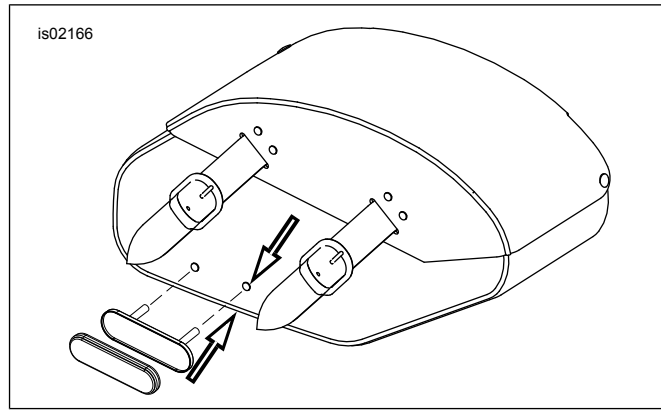

Figure 1. Installer le réflecteur
8. Voir Figure 1. Mesurer une distance d'environ 38 mm (1 1/2 po) à partir du bord inférieur de la sacoche. Orienter le réflecteur horizontalement et centrer avec soin la monture de réflecteur entre les sangles des sacs équipés de sangles, ou le placer sur la partie arrière des sacs sans sangle. Appuyer délicatement la monture de réflecteur contre la sacoche pour transférer les marques de peinture et percer de petits trous dans la sacoche là où les marques de peinture ont été transférées.